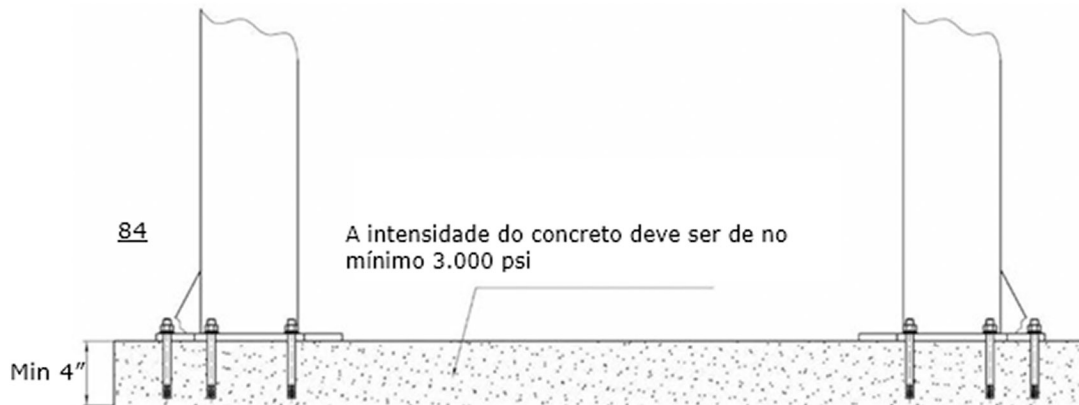

Fig. 8
D. ESPECIFICAÇÕES DO CONCRETO (VEJA A FIG. 8)